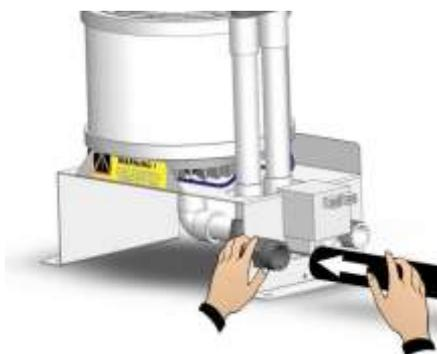

Fig. 18
3. Collegare il tubo di scarico acqua di drenaggio al manicotto di diametro 25 mm fissandolo con l'apposita fascetta in dotazione (fig. 18 e 19).